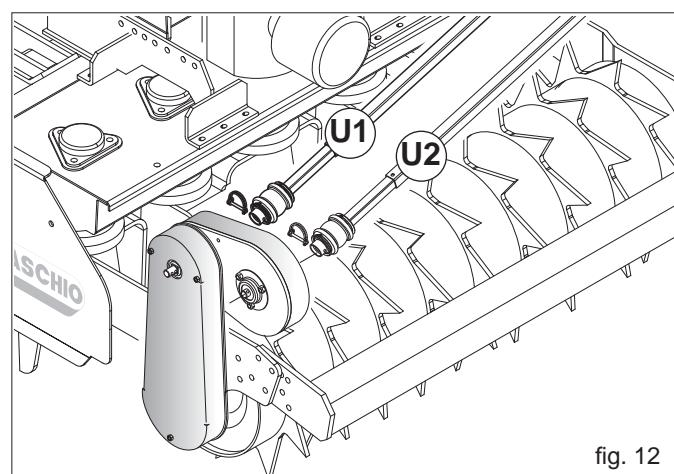

fig. 12
- 7) Collegare l'albero cardanico (Fig. 12) alla trasmissione del rullo posteriore dell'erpice rotante, bloccandolo con la spina di sicurezza in dotazione. Dalla tabella di semina ricavare la posizione corretta di collegamento (U1 - U2).
- 2) Sfilare l'albero cardanico della trasmissione (U1-U2, Fig. 12) e successivamente smontare la barra spargagliatrice dall'erpice rotante.
La posizione di apertura dei rulli dosatori va fatta sempre a tramoggia e scatole di distribuzione vuote (Fig. 12).